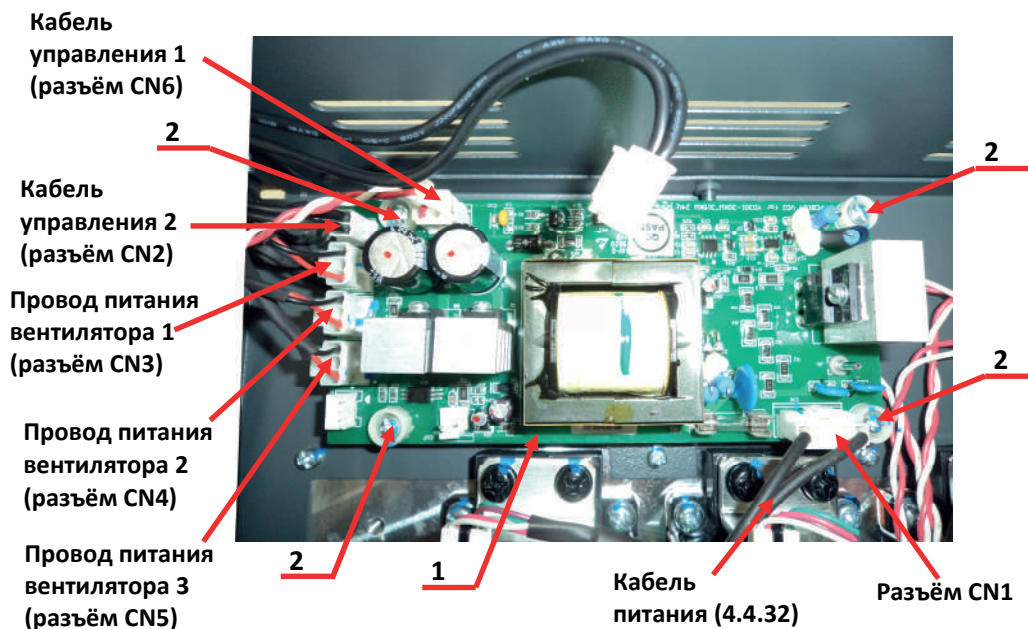

Рис.7.29
- 7.9.1. Установить **плату питания вентиляторов** поз.1 на штатное место в корпусе преобразователя частоты и закрепить её винтами поз.2 (рис.7.29).